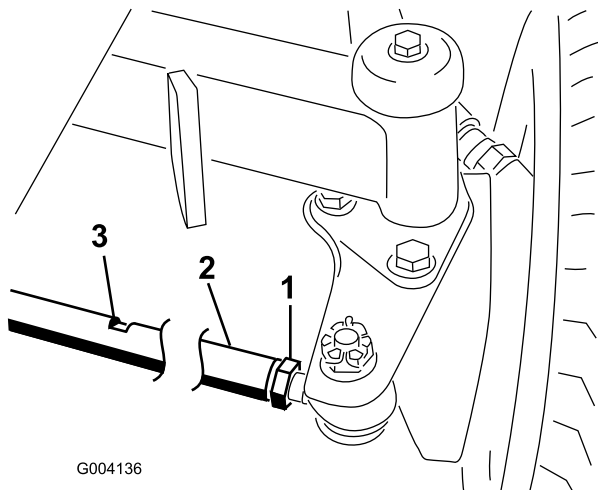

図 71
2. 各タイロッド（図 71）の端についているジャムナットをゆるめる。